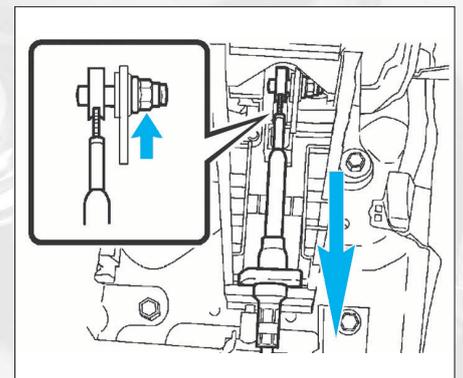

FIG. 26
- Desserrer l'écrou (1 mm maximum) (fig. 26).
- Serrer l'écrou tout en poussant le câble de commande de boîte de vitesses vers l'arrière du véhicule (fig. 26).